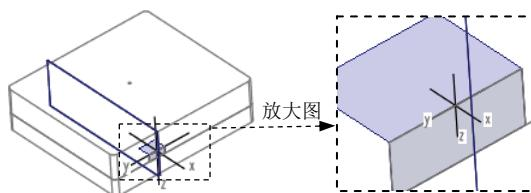

图 31.65 定义坐标系方向
(3) 定义坐标系参考方向。将鼠标移动到图 31.65 所示的 Y 轴上并右击，在弹出的快捷菜单中选择 **反向Y** 命令，单击 **确定** 按钮。